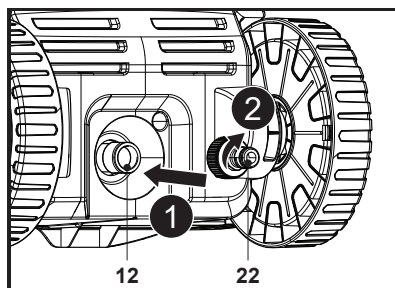

Fig. 9
Aligner et visser l'adaptateur d'arrivée d'eau (22) sur le raccord d'arrivée d'eau (12) à l'arrière de la machine (Fig. 9, étapes 1 et 2).